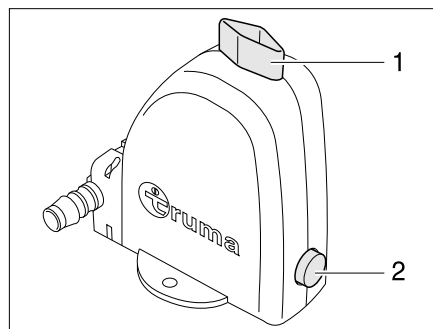

Bild 184 Sicherheits-/Ablassventil des Boilers
Der Boiler ist mit einem Sicherheits-/Ablassventil (Bild 184) ausgestattet. Das Sicherheits-/Ablassventil verhindert, dass das Wasser im Boiler einfriert, wenn bei Frost die Heizung nicht eingeschaltet ist.
- Sicherheits-/Ablassventil schließen. Dazu den Drehknopf (Bild 184,1) quer zum Sicherheits-/Ablassventil drehen und den Druckknopf (Bild 184,2) hineindrücken.
- Sicherheits-/Ablassventil öffnen. Dazu den Drehknopf (Bild 184,1) längs zum Sicherheits-/Ablassventil drehen. Der Druckknopf (Bild 184,2) springt heraus. Der Boiler wird über das Sicherheits-/Ablassventil nach außen entleert.